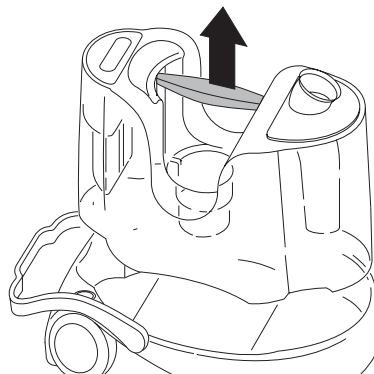

fig. 3
- Verwijder de vergaarbak voor vloeistoffen/vaste stoffen **S**, met behulp van het handvat voorzien op de vergaarbak (fig. 3).